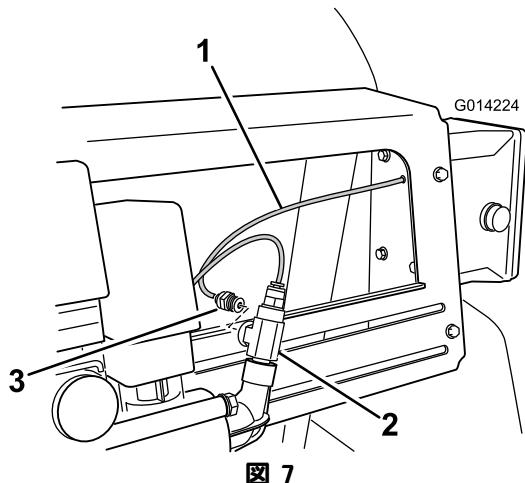

図 7
- コントロール・ボックスの背面から出ている赤い水圧計用チューブを、T字フィッティングに接続する（図 7）。